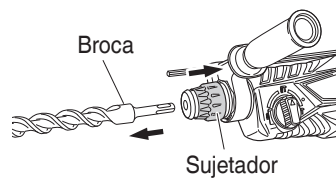

Fig. 3
- (3) Verifique si esta bien asegurado tirando de la broca de taladro.
- (4) Para extraer la broca, tire completamente de la empuñadura en el sentido de la flecha y tire hacia afuera de la broca. (Fig. 3)